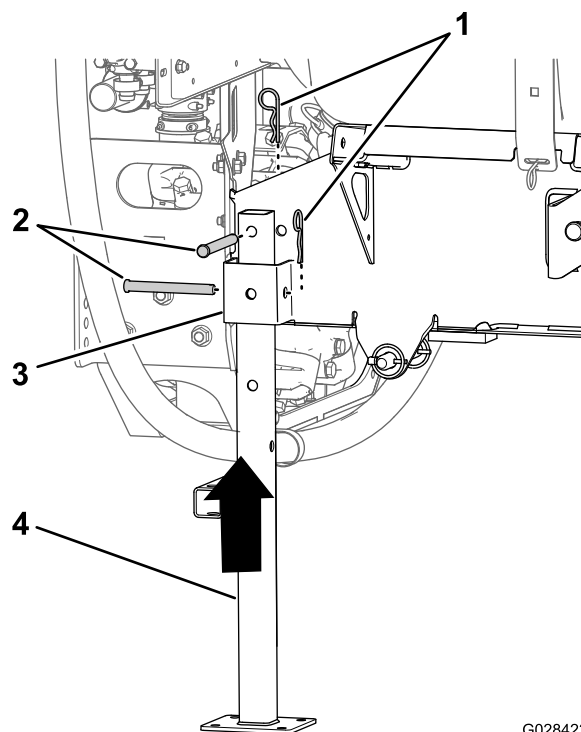

図 100
5. 後ろ用のジャッキスタンドを、タンク後部部のジャッキスタンド受けに合わせる 図 100。
6. ジャッキスタンド上部の穴を、タンクスキッドのフレームの穴に合わせる 図 100。
7. ジャッキスタンドをスタンド受けとフレームに固定するクレビスピン $\frac{1}{2} \times 4\frac{1}{2}"$ 2本、ヘアピン $\frac{5}{32} \times 2\frac{5}{8}"$ 2本を使用して 図 100のように取り付ける。